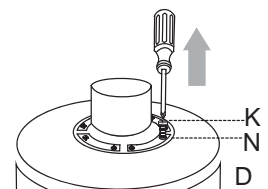

Fig. 5
5. Saque los tornillos del motor (K) y las arandelas de seguridad (N) del lado inferior del motor. Si es necesario, deseche los plásticos. [Fig. 5]